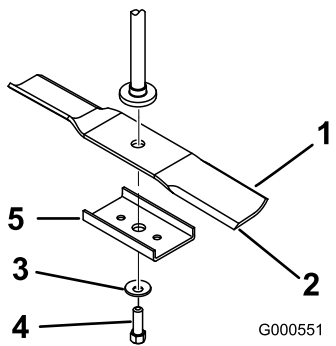

**Figura 45**
4. Gire la misma cuchilla 180 grados de manera que el otro filo de corte esté en la misma posición (Figura 45).